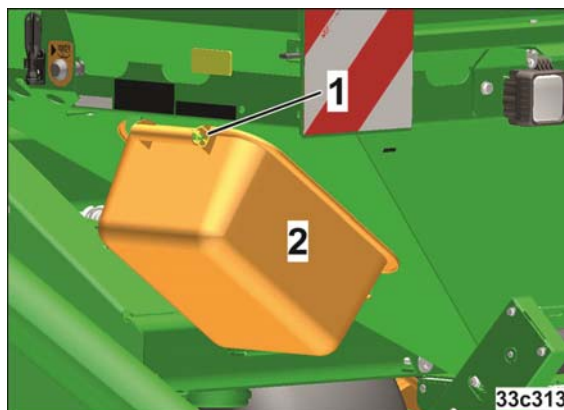

Fig. 51
Les augets d'étalonnage (Fig. 51/2) sont bloqués avec une goupille d'arrêt (Fig. 51/1).
- o Fixer l'auget d'étalonnage (Fig. 51) sur le support de transport et bloquer avec une goupille d'arrêt.